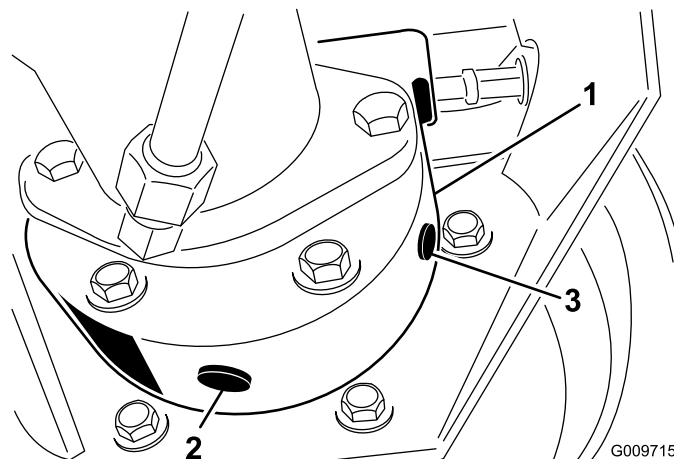

Figura 68
3. Coloque otro recipiente debajo del alojamiento del freno en el otro lado de la rueda (Figura 68).